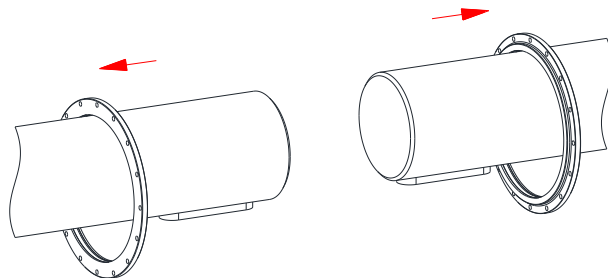

図 33
- カバー (部番 9) を駆動側と従動側の軸に取付けて下さい。O リング (部番 8, 部番 11) が破損していないことを確認して下さい (図 33 をご参照)。